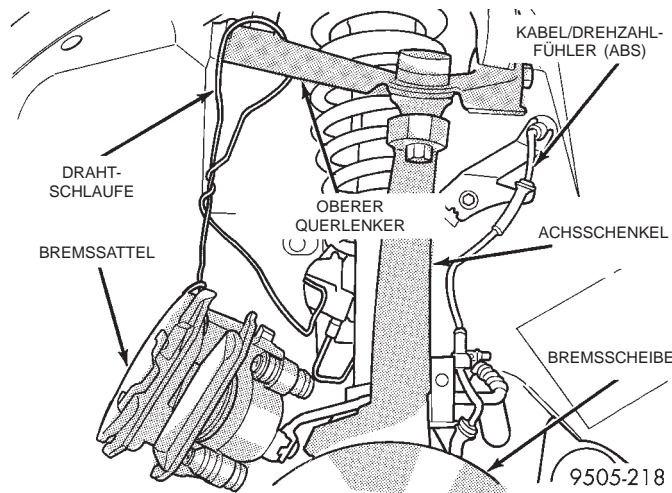

Abb. 46 Bremssattel aufhängen
(5) Den Bremssattel am oberen Querlenker aufhängen, damit der Bremsschlauch nicht durch das Gewicht des Bremssattels beschädigt wird (Abb. 46).